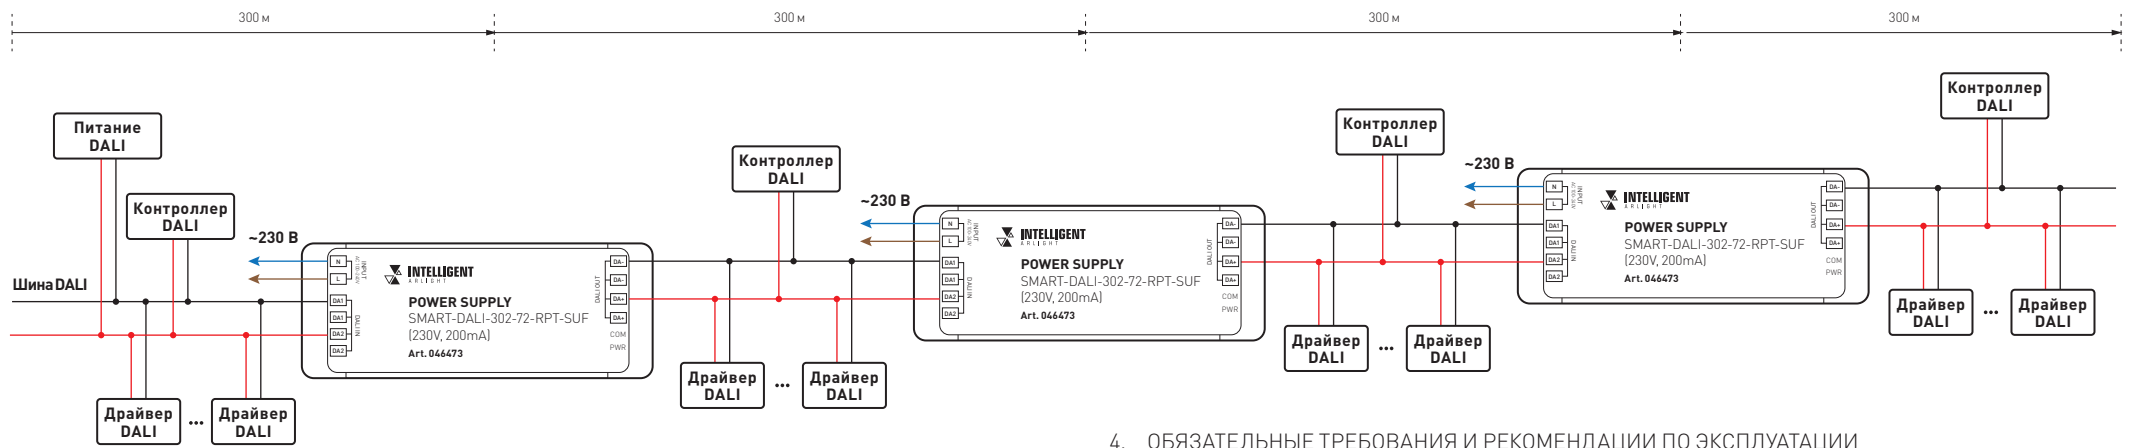
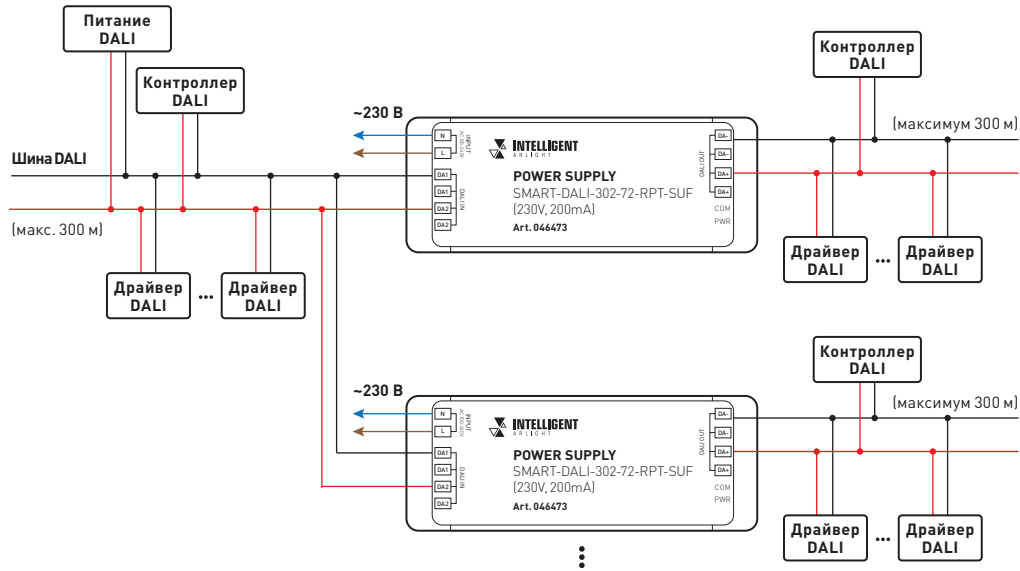

Рис. 2. Схема подключения шины DALI горизонтальное размещение
Рис. 3. Схема подключения шины DALI вертикальное размещение
3.3. Для удлинения шины DALI возможно подключение согласно следующим схемам, рис. 2 и рис. 3.